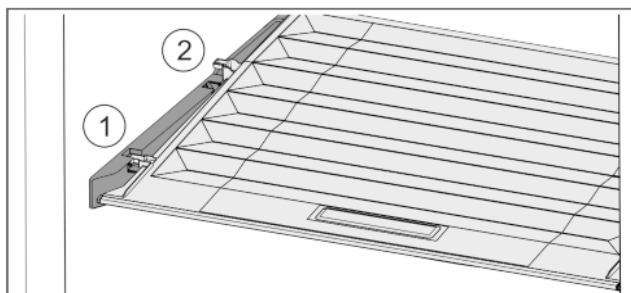

Fig. 29
- ▶ Pokrywę pociągnąć do przodu Fig. 29 (1), aż otworzy się w elementach trzymających.
- ▶ Podnieść tył od dołu i w wyjąć Fig. 29 (2) go do góry.